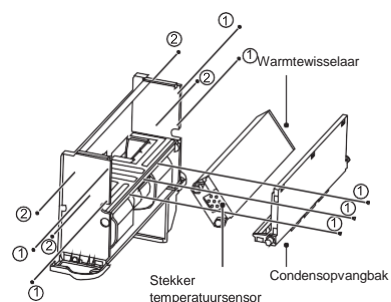

Fig 4-8 Condensopvangbak en warmtewisselaar verwijderen
- Verwijder zoals getoond op Fig. 4-8, de schroeven ① * 7 om de condensopvangbak weg te nemen. Verwijder vervolgens de schroeven ② * 4 om de warmtewisselaar eruit te halen.